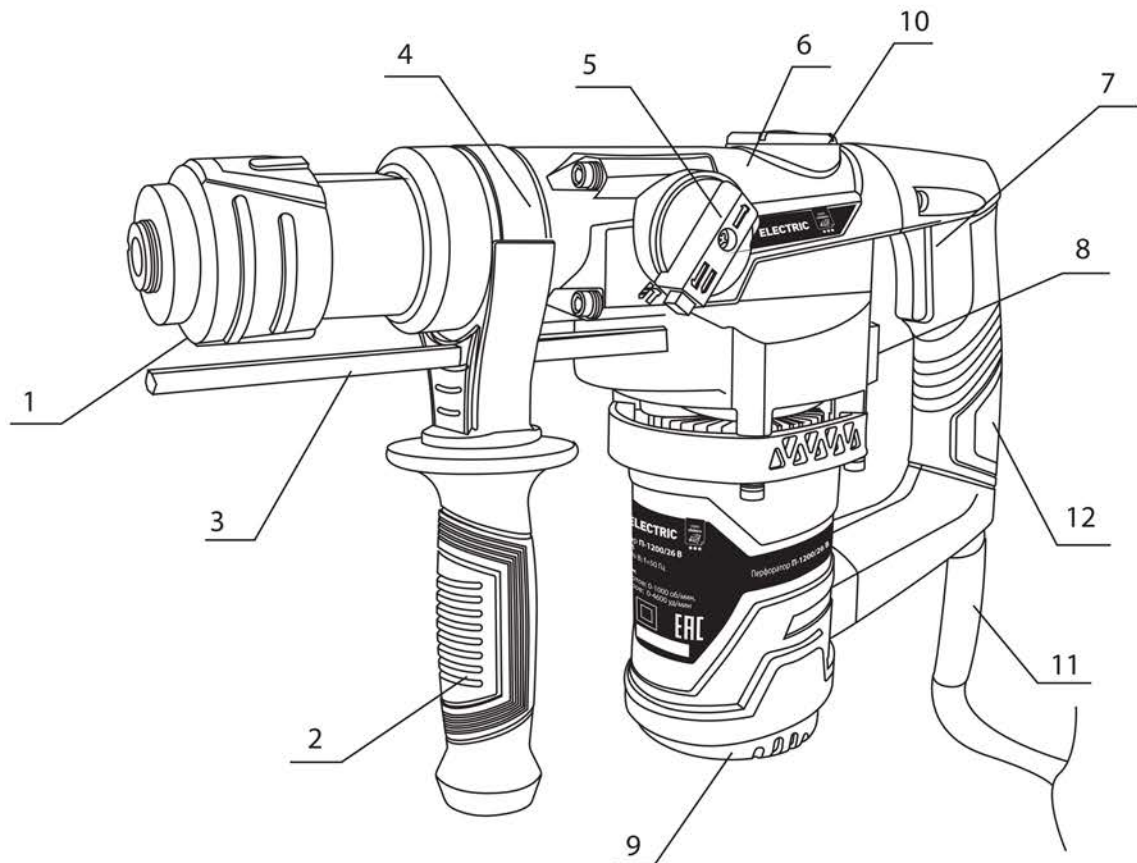

Рисунок 1. Органы управления и индикации
механизму посредством специального подшипника с качающейся наружной обоймой. Рабочий инструмент (бур, пика и др.) устанавливается и фиксируется в патроне SDS-Plus **1** (рисунок 1) с помощью хвостовика специальной формы типа SDS-Plus.
Включение перфоратора осуществляется нажатием на клавишу **7** (рисунок 1) выключателя.
6.3.2. Переключение режимов работы осуществляется с помощью переключателей **8** (рисунок 1). Для выбора режима работы, необходимо нажать на кнопку с торца и повернуть переключатель **5** (рисунок 1).
6.4.1. Перфоратор имеет постоянную частоту вращения инструмента, включается нажатием на клавишу **7** выключателя (рисунок 1).
6.6. Установка сменного инструмента. Бур с хвостовиком типа SDS-Plus вставить в отверстие патрона без усилия и слегка провернуть вокруг своей оси так, чтобы шлицы совпали с пазами хвостовика (инструмент «западет» на 1...2 мм), затем вставить бур до упора. Специальный механизм предотвращает самопроизвольное выпадение бура из патрона. Для удаления бура наружный стакан патрона **1** (рисунок 1) отвести назад до упора, вынуть инструмент.
6.7. Установка глубины обработки. С помощью ограничителя глубины обработки, расположенном в верхней части дополнительной рукоятки **3** (рисунок 1) можно установить требуемую глубину сверления. Для этого ослабьте фиксатор, раскрутив дополнительную рукоятку **3** (рисунок 1) путём вращения против часовой стрелки, она опустится ниже, затем выставьте требуемый размер обработки (расстояние от вершины сверла/бура до конца ограничителя) и закрутите дополнительную рукоятку путём вращения по часовой стрелке для затяжки и фиксации глубиномера.
7.1.2. Установите, если необходимо, и надежно закрепите дополнительную рукоятку **2** (рисунок 1). Установите и надежно закрепите нужный сменный инструмент в патрон (подраздел 6.6. Установка сменного инструмента).
7.1.3. Убедитесь, что перфоратор выключен. Для этого нажмите до упора и отпустите клавишу выключателя **7** (рисунок 1).
7.2.1. Включение. Подключите вилку электрического кабеля к электрической сети, нажмите на клавишу выключателя **7** (рисунок 1), перфоратор включится. Для продолжительной работы на максимальных оборотах необходимо нажать и зафиксировать нажатие на клавише выключателя **7** (рисунок 1).
8.1. Установите сменный инструмент. Проверьте правильность и надежность его закрепления. Очистите хвостовик бура и нанесите смазку для буров перед его установкой (примерно 0.5-1 г). Такая смазка хвостовика и патрона **1** (рисунок 1) обеспечивает равномерный износ и увеличивает срок службы инструмента и оснастки. Вставьте бур в патрон **1** (рисунок 1) инструмента. Поверните бур и протолкните его, пока он не зафиксируется. После установки всегда проверяйте надежность закрепления бура на месте, попытавшись вытащить его из патрона. Чтобы удалить бур из перфоратора, нажмите вниз на крышку патрона **1** (рисунок 1) и вытащите бур.
8.2. Установите дополнительную рукоятку **2** (рисунок 1). После этого затяните рукоятку путем поворота по часовой стрелке в желаемом положении. Возможна установка в любом положении при вращении на 360° вокруг корпуса инструмента. Для снятия дополнительной рукоятки **2** (рисунок 1) ослабьте крепление поворотом против часовой стрелки.
8.2.1. Глубиномер удобен при сверлении/бурении отверстий одинаковой глубины. Отверстие фиксации глубиномера расположено в верхней части рукоятки **2** (рисунок 1), ослабление глубиномера для его смещения и регулировки углубления происходит после ослабления рукоятки путём вращения против часовой стрелки, для закрепления и фиксации необходимо закрутить рукоятку до упора по часовой стрелки.
Для бурения в бетоне, каменной кладке и т. д. поверните рычаг изменения режима работы **5** (рисунок 1) к символу «бур и молоток». Воспользуйтесь буром с наконечником из сплава карбида вольфрама.
7.2.2. Выключение. Просто отпустите клавишу выключателя **7** (рисунок 1).
ВНИМАНИЕ! При попадании бура в металлическую арматуру, залитую в бетон, при засорении отверстия щепой и частицами или в случае, когда просверливаемое отверстие становится сквозным, на инструмент/сверло воздействует значительная и резкая сила скручивания. Всегда пользуйтесь боковой рукояткой **2 (рисунок 1) и крепко держите инструмент и за боковую рукоятку **2** (рисунок 1) и за основную ручку при работе.**
Для сверления в дереве, металле или пластиковых материалах поверните рычаг изменения режима действия **8** (рисунок 1) к символу «бур». При использовании свёрел необходимо убедиться в том, что хвостовик – цилиндрической формы с насечкой посадки SDS-plus, который можно установить в патрон инструмента. Последовательность действий по установке сверлильного патрона с переходником SDS-plus смотрите в подразделе 6.6. Установка сменного инструмента.
Для операций штробления, разрушения или скобления поверните вращатель изменения режима действия **5** (рисунок 1) к символу «молоток». Воспользуйтесь соответствующим режиму работы точечным долотом (пикой), плоским зубилом, зубилом для скобления и т. д.
ВНИМАНИЕ! Не вращайте рычаг выбора режима работы **5 (рисунок 1), если инструмент работает**